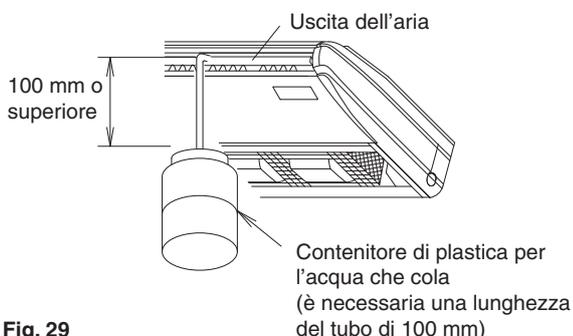

Fig. 29
**(2) Una volta completata la posa in opera delle tubazioni, controllare che lo scarico defluisca senza ostacoli.**
- Aggiungere gradualmente circa 0,6 litri di acqua per la conferma dello scarico nella vaschetta di scarico dall'uscita dell'aria. **(Fare riferimento alla Fig. 29)**